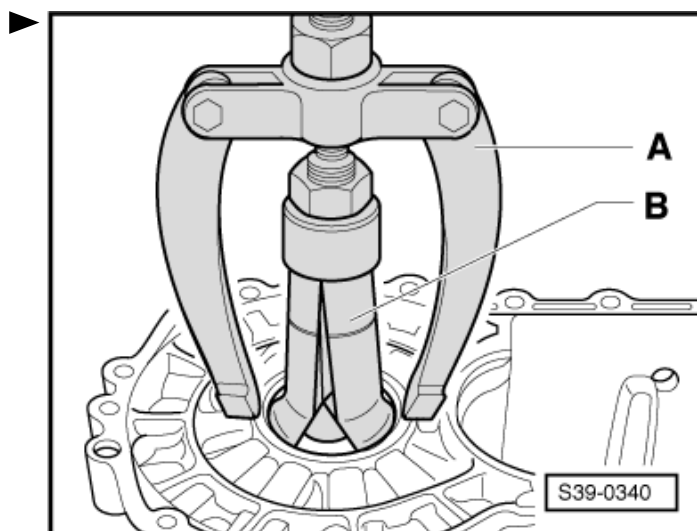

Abb. 6: Außenring/Kegelrollenlager in das Getriebegehäuse einpressen
- ☐ einpressen ⇒ Abb. 6 in **39-2** Seite 5